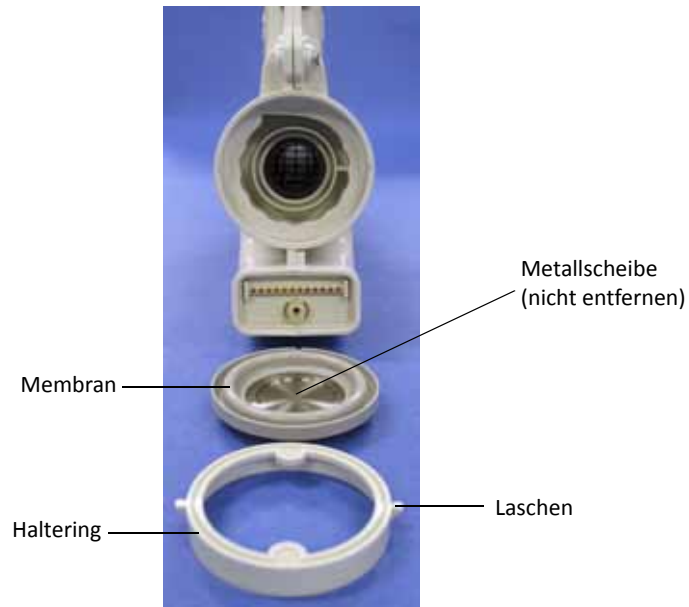

Abbildung 10-2: Auseinanderbau der eSYS-Kartusche
Während der Sterilisation sollten Membran und Haltering entfernt sein. Siehe Abbildung 10-2 unten.
- 2 Nehmen Sie die Membran aus der eSYS-Kartusche. Die Metallscheibe darf nicht aus der Membran entfernt werden. Die Membran und die Scheibe bleiben während der Sterilisation zusammengebaut. Siehe Abbildung 10-2 unten.